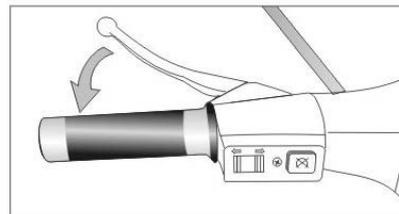

Fig. 16
5.1 **Freno posteriore:** agisce sulla ruota posteriore. Premere la leva del freno manuale verso la manopola sinistra per azionare il freno (Fig. 16).